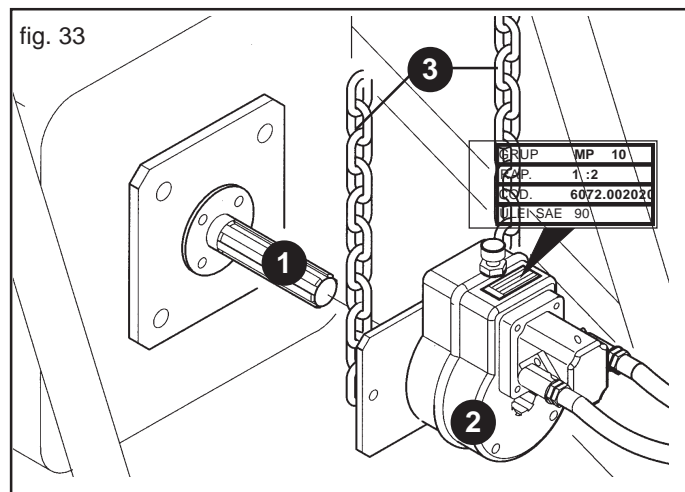

fig. 33
Cu motorul oprit si cu tractorul blocat, cuplati corect toate atasarile rapide. Curatati si lubrifiati priza de forta a tractorului (1, Fig. 33). Cuplati multiplicatorul (2) in priza de forta a utilajului ca si in Figura 33. Verificati cuplarea corecta, blocati rotatia multiplicatorului cu lanturile din dotare (3) prinzandu-le de o parte fixa a tractorului.